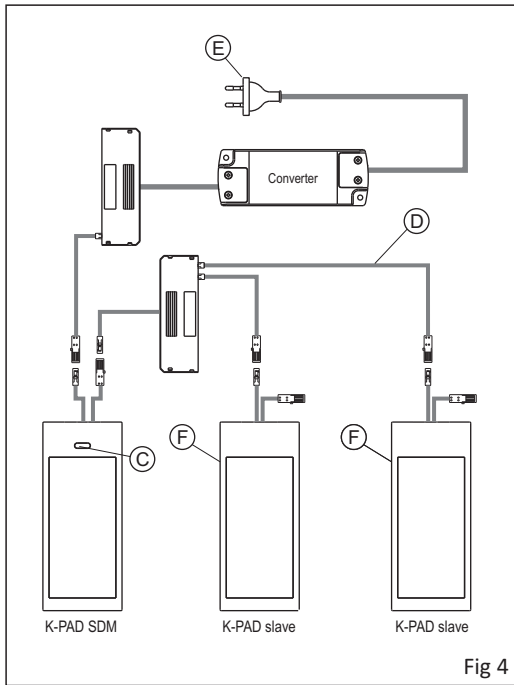

Fig 4
- **SDM: (fig.4)** (IR SENSOR con funzione master)
L'uscita (output cable) del **K-PAD SDM** può pilotare un carico di max. 60W @ 24Vdc incluso l'assorbimento dell'apparecchio (fig.4).
- **SDM: (fig.4)** (IR SENSOR master)
The output cable of **K-PAD SDM** can handle a load of max. 60W @ 24VDC included the absorption of the device figure 4.
The **K-PAD SLAVE (F)** is a switch-free spotlight, then it must be turned on via a remote switch that can be placed on the **K-PAD SDM** (wired in the MASTER version) as shown in figure 4 or it can be assigned to a separate switch connected to the primary of the converter as shown in figure 3, or to a remote socket where to connect the converter.
- **SDM:** (Abb.4) (IR SENSOR Master)
Der Ausgang (output cable) des **K-PAD SDM** kann eine maximale Last von 60W@24Vdc einschließlich der Stromaufnahme steuern (abb.4).
Der **K-PAD** (F) ist ein Strahler ohne Schalter, daher muss das Einschalten über einen Extraschalter erfolgen, der sich am **K-PAD SDM** (mit Verkabelung der Ausführung MASTER) wie in Abbildung 4 gezeigt befinden kann, oder über einen eigenen Schalter, der an die Primärspannung des Konverters angeschlossen wird, wie in Abbildung 3 gezeigt, oder über eine gesteuerte Steckdose, an die der Konverter angeschlossen wird.
- **TLDM: (fig.4)** (touch-led dimmer master)